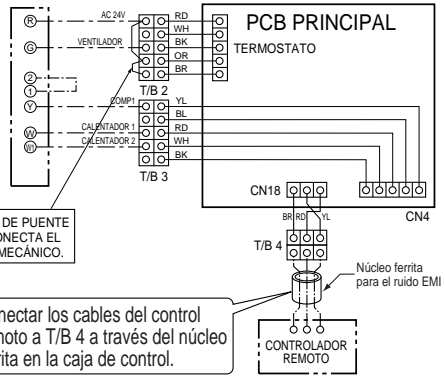

Figura 5B
■ Sólo en modelo con frío - 1 comp, 2 calentadores (Figura 5B)